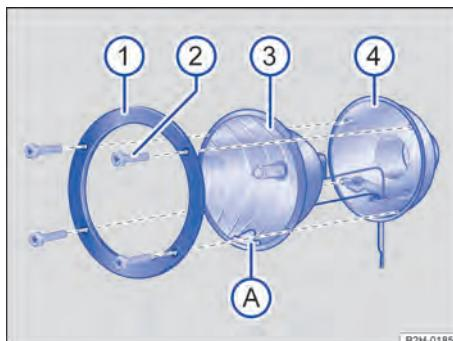
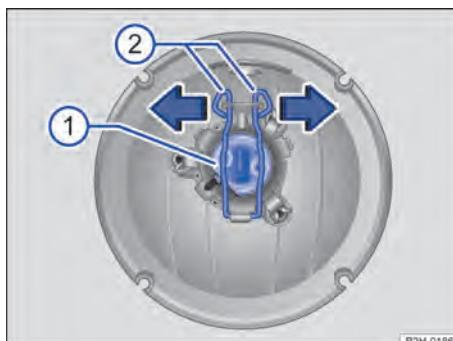

Fig. 151 Iluminação adicional no teto do veículo: desinstalar o vidro da lâmpada.
Fig. 152 Iluminação adicional no teto do veículo: trocar a lâmpada incandescente.
→ Fig. 151 e → Fig. 152
- ① Observar a lista de controle e executar as ações → Página 179.
- ② Soltar os parafusos com a chave das ferramentas de bordo → Fig. 151 ②.
- ③ Retirar o anel de suporte → Fig. 151 ① da carcaça do refletor ③.
- ④ Retirar a carcaça do refletor → Fig. 151 ③ com cuidado da carcaça do farol ④.
- ⑤ Tirar o cabo do suporte da lâmpada.
- ⑥ Pressionar as travas para baixo e desprender no sentido da seta → Fig. 152 ②.
- ⑦ Retirar o suporte da lâmpada da carcaça do refletor → Fig. 152 ①.
- ⑧ Substituir a lâmpada incandescente queimada por uma lâmpada incandescente nova do mesmo modelo.
- ⑨ Recolocar o suporte da lâmpada.
- ⑩ Pressionar as travas para baixo e prender no sentido contrário da seta → Fig. 152 ②.
- ⑪ Encaixar o cabo no suporte das lâmpadas.
- ⑫ Colocar a carcaça do refletor → Fig. 151 ③ na carcaça do farol ④. A marca A deve apontar para baixo A → ①.
- ⑬ Colocar o anel de suporte na carcaça do refletor → Fig. 151 ①.
- ⑭ Apertar os parafusos com a chave → Fig. 151 ②.
Instalar a carcaça do refletor sempre com a marca → Fig. 151 ① A para baixo. Caso contrário, a umidade não pode sair da carcaça do refletor e o farol pode ser danificado.